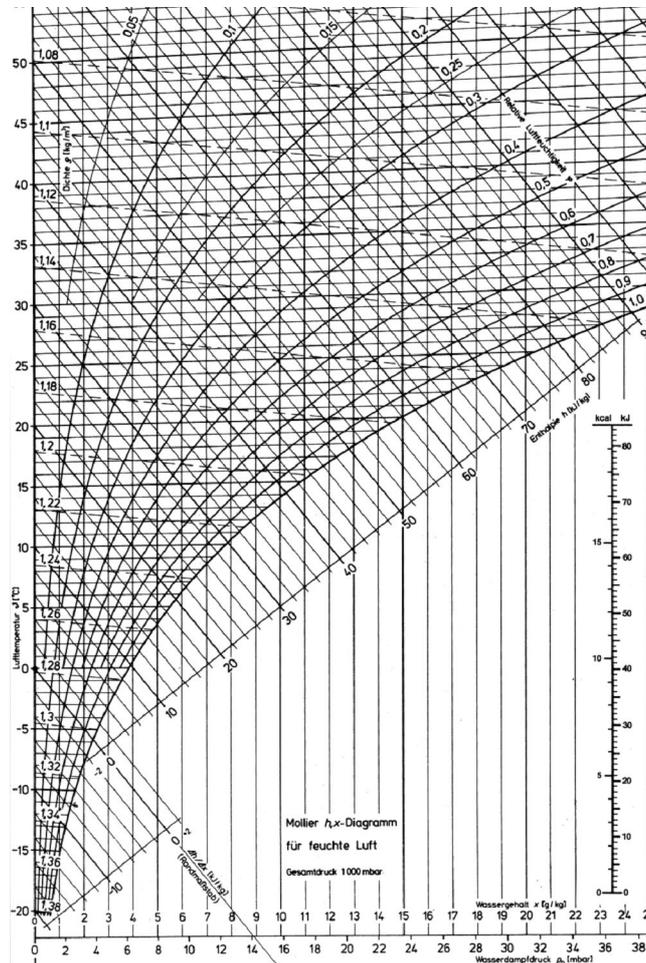

Abbildung 1: Mollier-Diagramm für feuchte Luft
- Bei der Kondensationstrocknung nimmt die über das zu trocknende Material strömende Luft Feuchtigkeit auf und wird dabei abgekühlt. Unterschreitet man dabei die Kondensationstemperatur (siehe auch Mollier-Diagramm, Abbildung 1), kondensiert das Wasser in der feuchten Luft und kann abgeführt werden.
Die Abbildung 1 zeigt ein Mollier-Diagramm für feuchte Luft.